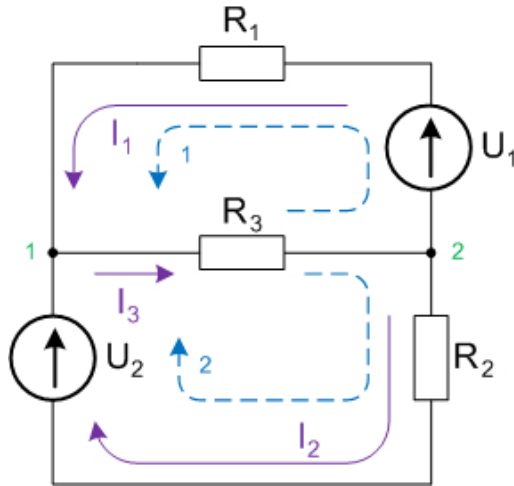

Рис. 6.5
**Розв'язання** Задачі на розрахунок струмів у гілках електричної схеми розв'язуються шляхом складання системи лінійних рівнянь по законам Кірхгофа. Для цього спочатку потрібно розставити напрямки протікання струмів та напрямки обходу контурів (для 2-го закону Кірхгофа) — рис. 6.5.
У даній схемі два вузли (на рис. 6.5 позначені зеленими цифрами 1 і 2) і три гілки. Позначимо суцільними фіолетовими лініями струми відповідно до гілок: струм  $I_1$  протікає через опір  $R_1$ , струм  $I_2$  — через опір  $R_2$ , і струм  $I_3$  — через опір  $R_3$ . Виділимо в схемі два контури: перший буде включати опори  $R_1$  та  $R_3$  і в ньому діє е.р.с.  $U_1$ , а другий буде включати опори  $R_2$  та  $R_3$  і в ньому діє е.р.с.  $U_2$ . Напрямки обходу контурів виберемо такими, як і у відповідних струмів (на рис. 6.5 напрямки обходу контурів показані синіми штриховими лініями).